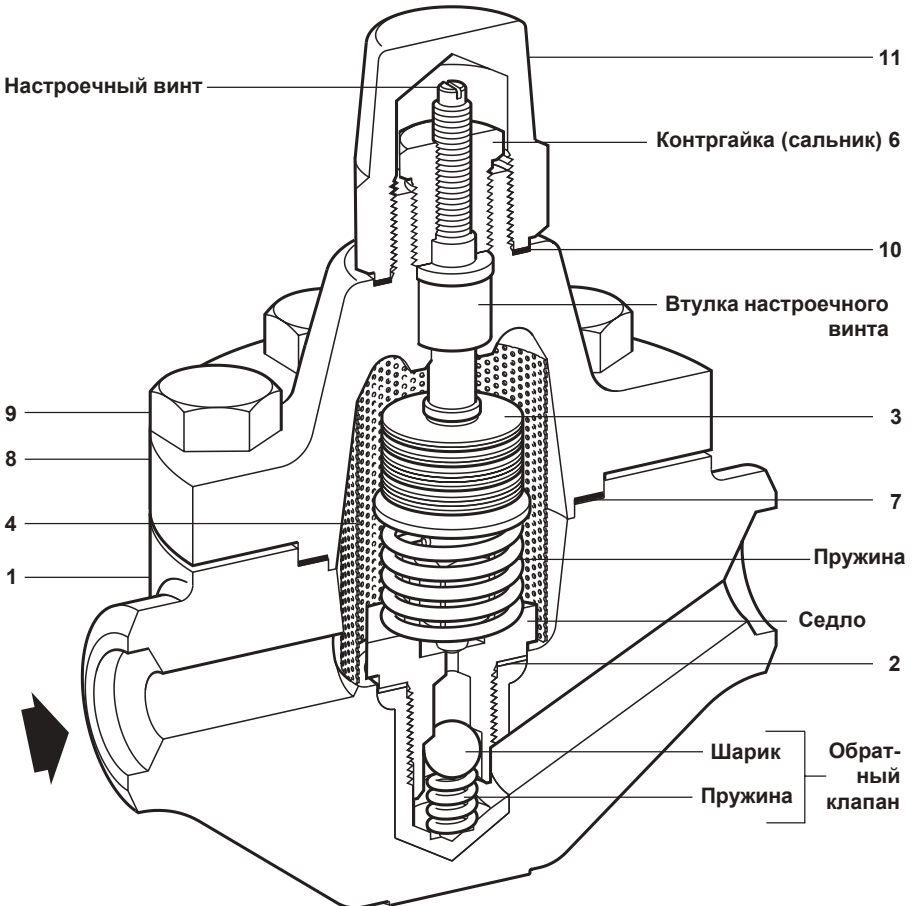

Рис. 4
6.5 Сборка: см. рис. 4, стр. 11.